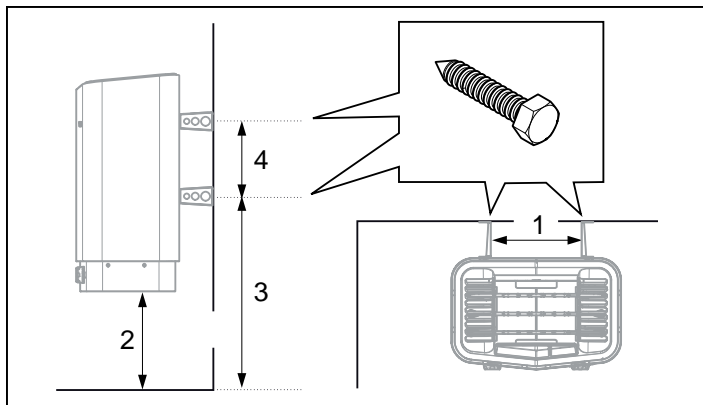

Fig 13: Måtsättning
7. Placera konsolskruvarna enligt måttättning se Fig 13.